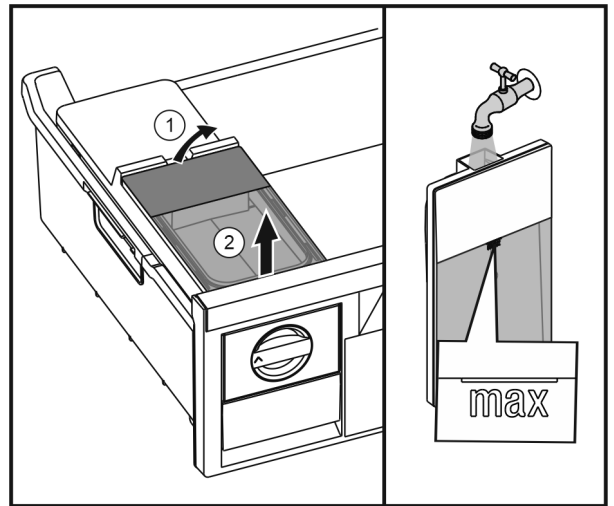

Fig. 30
- ▶ Sollevare il serbatoio dell'acqua da dietro Fig. 30 (1) e rimuoverlo sollevandolo Fig. 30 (2).